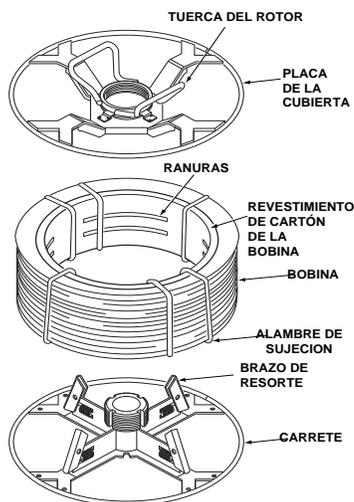

FIGURE B.2
- 1) Con el Carrete de Bobina K1504-1 montado sobre el eje de 51 mm (2") (o con el carrete acostado sobre el piso), afloje la tuerca del rotor y remueva la cubierta del carrete. (Vea la Figura B.2).